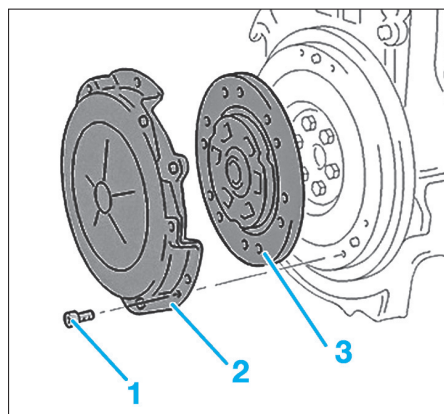

Fig. 2
- les vis de fixation (1) (Fig.2),
- le mécanisme d'embrayage (2),
- le disque d'embrayage (3).